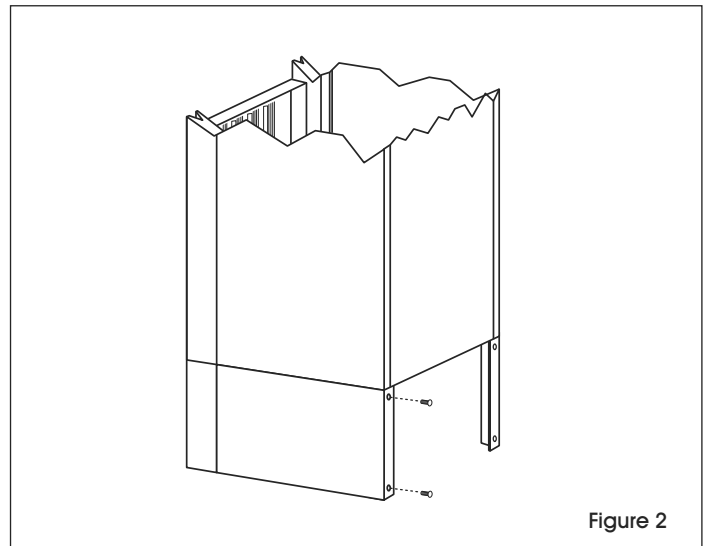

Figure 2
3. Fasten the end base plate to the back of the locker with two 8-32 x 3/8" bolts and nuts. (See Figure 2)
3. Fixez la plaque de base d'extrémité à l'arrière du casier à l'aide de deux boulons et écrous de 8-32 x 3/8 po. (Voir Figure 2)